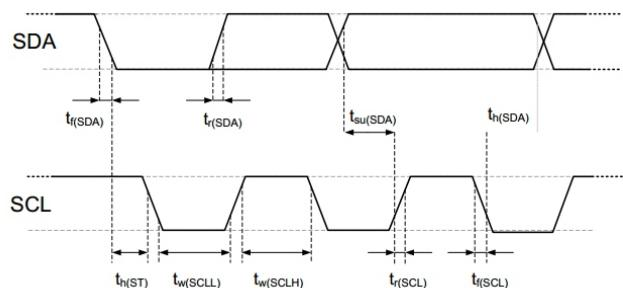

图17 数字输入/输出端的时序图。缩略语在表 8 中进行了了解释。较粗的 SDA 线由传感器控制、普通的 SDA 线由单片机控制。请注意 SDA 有效读取时间由前一个转换的下降沿触发。
SDA 引脚用于传感器的数据输入和输出。当向传感器发送命令时，SDA在串行时钟SCL的上升沿有效，且当SCL为高电平时，SDA必须保持稳定。在SCL下降沿之后，SDA值可被改变。为确保通信安全，SDA的有效时间在SCL上升沿之前，和下降沿之后应该分别延长至TSU and TH0-参考图17。当从传感器读取数据时，SDA在SCL变低以后有效 (TV)，且维持到下一个SCL的下降沿。
电气特性，如功耗、输入和输出的高、低电平电压等，依赖于电源供电电压。为了使传感器通讯顺畅，很重要的一点是，确保信号设计严格限制在表 7、8 和图 17 所给出的范围内）。
表 8 I²C快速模式数字输入/输出端的时序特性。具体含义在图17 有所显示。除非另有注明。